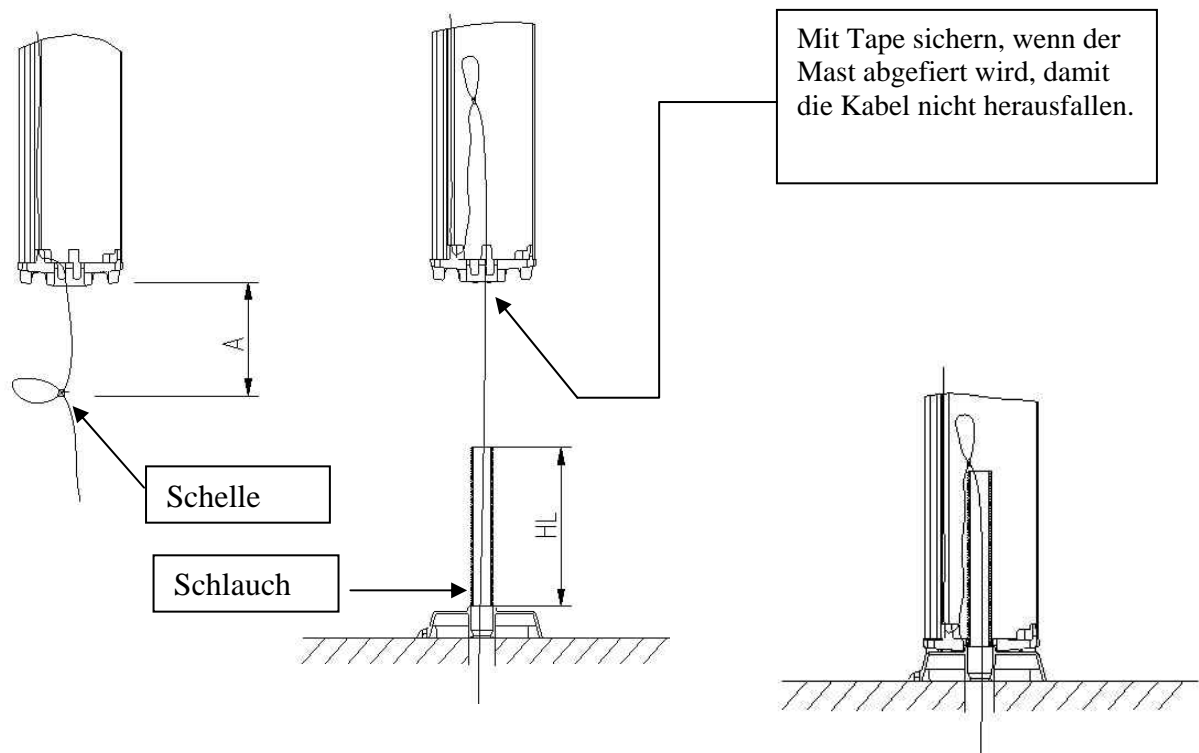

Abbildung 1
2. Wenn alle Kabel eingezogen sind, sollen alle Kabel im Bündel gestreckt und im Abstand „A“ umgebogen werden. Siehe Abb. 1, unten. Mit einer Kabelschelle wird die Biegestelle fixiert.